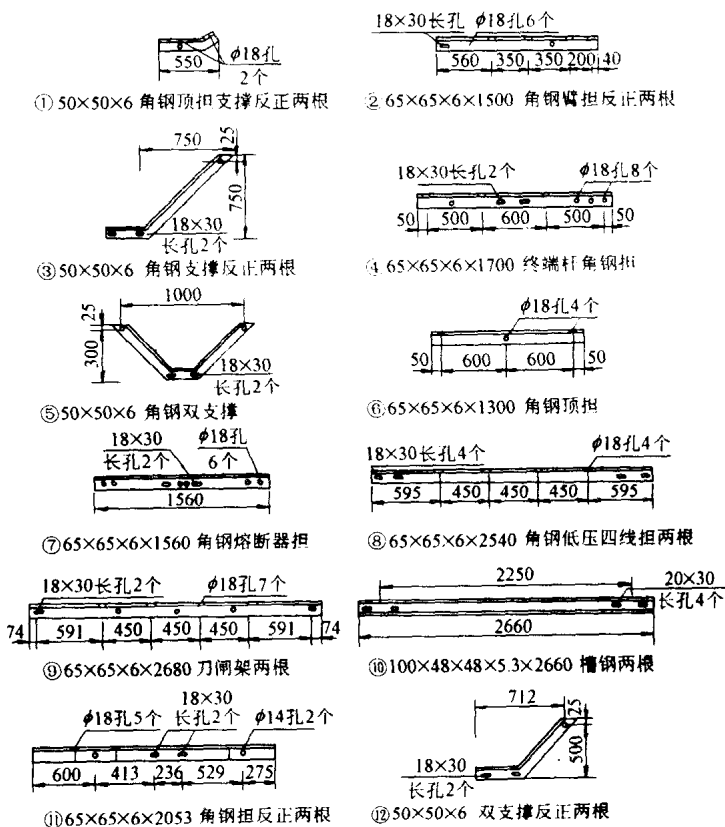

图 1-6 双杆变台的主要部件尺寸
双杆变台的主要部件尺寸见图 1-6 和材料表 1-2。
(3) 三杆变台组装形式如图 1-7 所示，其附件加工图参见图 1-6。
注：本图部件号与图 1-6 中部件号对应；编号 1~28 见表 1-2